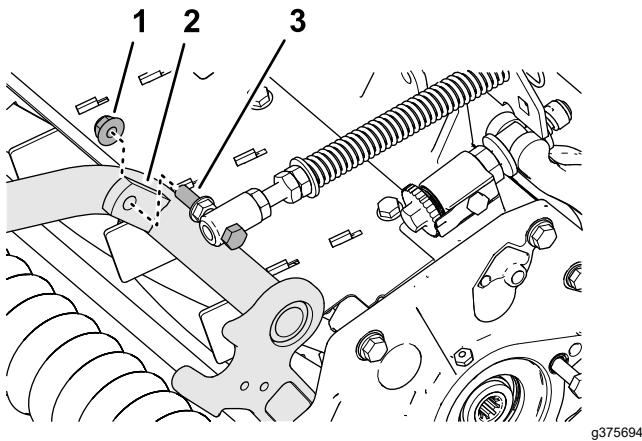

Figure 9
4. Fixez le ressort de compensation sur la patte droite du bâti porteur (Figure 9) avec le contre-écrou à embase ($\frac{3}{8}$).